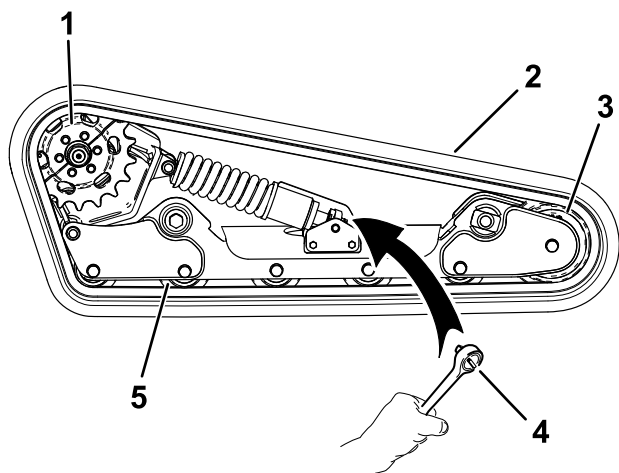

Рисунок 61
- Используя ключ с храповым механизмом на  $\frac{1}{2}$  дюйма, ослабьте натяжение привода, вращая натяжной винт по часовой стрелке (Рисунок 57 и Рисунок 61).
- Отверните 3 зажимных болта на той половине ведущего колеса, которая не вошла в зацепление с гусеницей (Рисунок 61).
- Проложите новую гусеницу вокруг переднего катка (Рисунок 61).
- Протолкните гусеницу под опорные катки и одновременно между ними и проложите ее вокруг рамы (Рисунок 61).